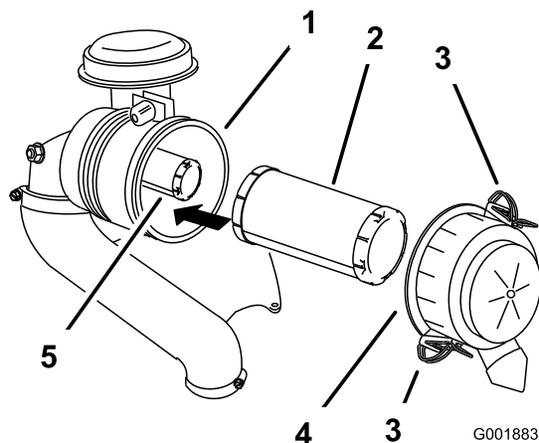

図 27
3. エアクリーナのラッチを外し、ボディからカバーを抜き出す 図 27。
5. 一次フィルタをゆっくり引き抜くようにしてエアクリナーのボディから外します 図 27。
2. 安全フィルタを交換する場合には、十分に注意しながら、フィルタのボディに挿入する 図 27。
3. 一次フィルタをゆっくり押し込むようにして安全フィルタの上に取り付けます 図 27。
4. 上下方向を確認し、Upと書いてある方を上に向けてエアクリナーカバーを正しく取り付け、ラッチを掛ける 図 27。